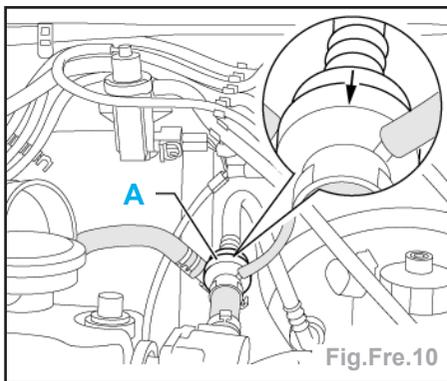

Fig.Fre.10
Contrôle du clapet antiretour (A) (Fig.Fre.10).